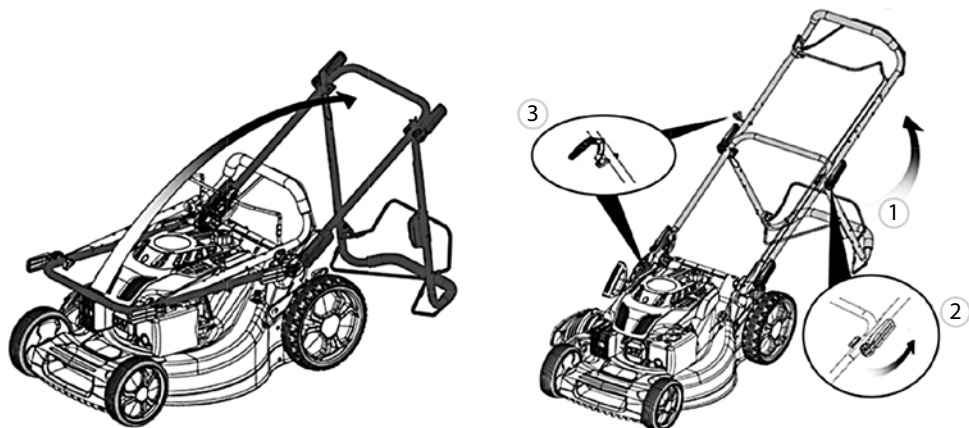

Рис. 4
**Для модели GLD-460-K.** Отведите назад установленную нижнюю часть рукоятки, как показано на рис. 4. Присоедините верхнюю часть рукоятки к нижней части рукоятки с помощью комплекта крепежа (рис. 4). Зафиксируйте тросы управления пластиковым фиксатором из комплекта.